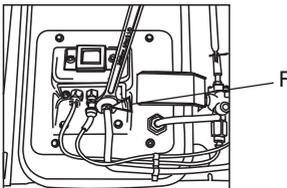
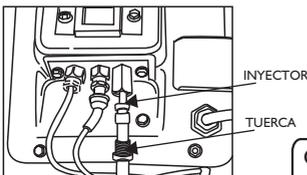

Fig. 4
Fig. 5
5. Retire cuidadosamente (sin dañar la bujía) la tuerca "F" utilizando una llave de 10mm (Fig.4) Luego extraiga el inyector piloto y cambielo por el inyector de gas licuado (Fig.5) de recambio provisto en la bolsa de accesorios.